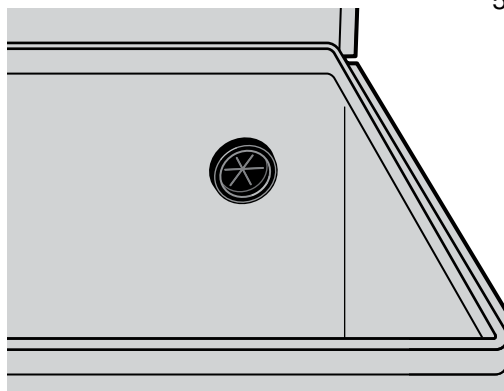

Figure 5
3. Placez l'œillet en caoutchouc RAPID PASS® depuis l'intérieur du coffre dans le trou juste dégagé et assurez-vous qu'il est bien inséré. VÉRIFIEZ QU'IL NE RESTE PAS DE BORDS MÉTALLIQUES TRANCHANTS D'EXPOSÉS (figure 5).